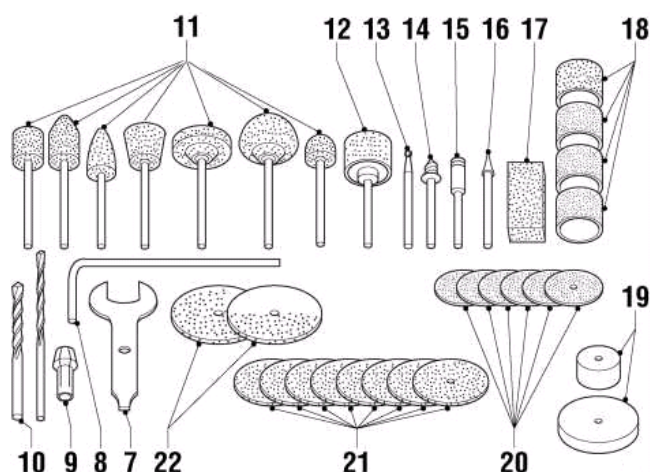

Рис.2 Комплектность оснастки.
4. Оснастка – в соответствии с Рис. 2
3. Нажмите и удерживайте кнопку блокировки шпинделя (4).
5. С помощью ключа (7 Рис.2) ослабьте гайку цанги. Вставьте насадку в цанговый патрон